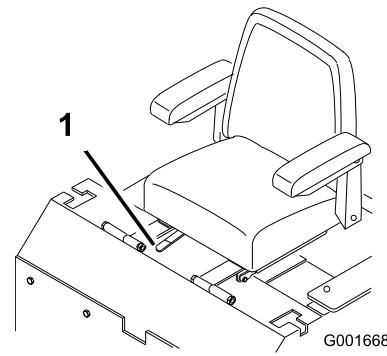

Figure 25
**Important:** Poussez le levier de réglage sur le côté pour débloquer et régler le siège (Figure 25).